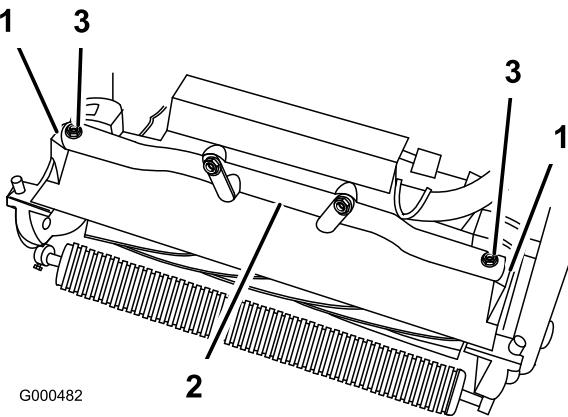

Figura 14
- Retire (2) as cavilhas que fixam os braços articulados da unidade de corte ao tubo da estrutura da unidade de tracção (Figura 14).
- Rode os braços articulados para a frente (Figura 14) e apoie a unidade de tracção sobre o apoio fixo.